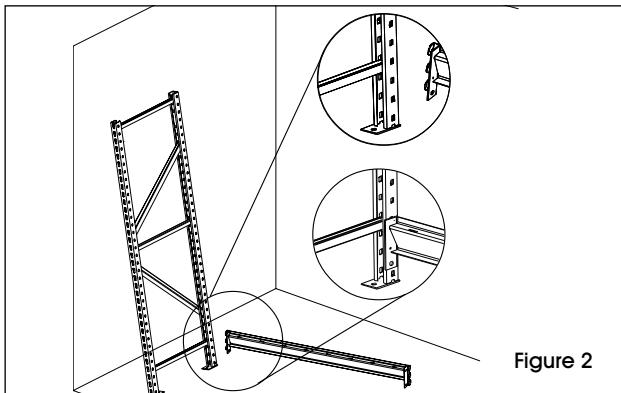

Figure 2
- Fixez les traverses de soutien en les accrochant dans les trous à l'avant et à l'arrière du montant. (Voir Figure 2)